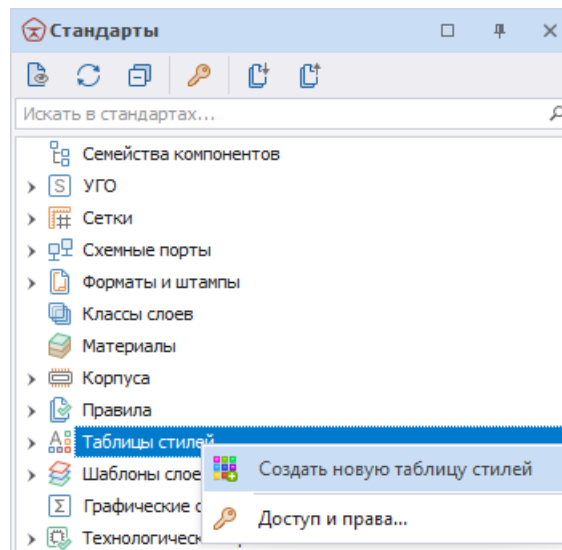

Рис. 104 Создание новой таблицы стилей
2. Вызовите контекстное меню с узла «Таблицы стилей» и выберите пункт «Создать новую таблицу стилей», см. Рис. 104.